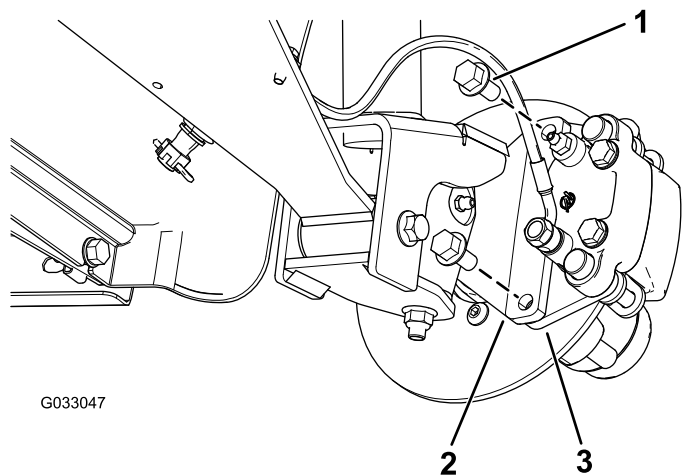
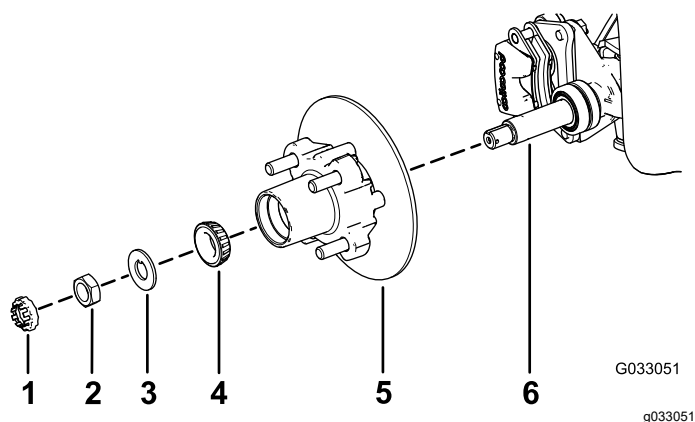

図 30
図 34
3. ブレーキアセンブリ用のブラケットをスピンドルに固定しているフランジヘッドボルト $\frac{3}{8}$ " x $\frac{1}{4}$ "を外してスピンドルからブレーキを取り外す 図 30。
1. スピンドルに所定のグリスを薄く塗る 図 34。
2. ハブとロータをスピンドルに取り付ける。ロータを内側にすること 図 34。
3. スピンドルに外側ベアリングを取り付けてレースにはめる 図 34。
4. スピンドルにタブワッシャを取り付ける 図 34。
5. スピンドルにスピンドルナットを取り付け、ハブを回してベアリングを着座させながらナットを 15 N·m 1.52 kg·m = 11 ft·lb に締めつける 図 34。
2. ブレーキパッドをロータのそれぞれの側に合わせ 図 30、キャリパブラケットの穴と、スピンドルフレームのブレーキ取り付け部の穴を整列させる 図 34。
3. キャリパブラケットをスピンドルフレームに固定する 図 30 フランジヘッドボルト $\frac{3}{8}$ " x $\frac{3}{4}$ " 2本を使用する。